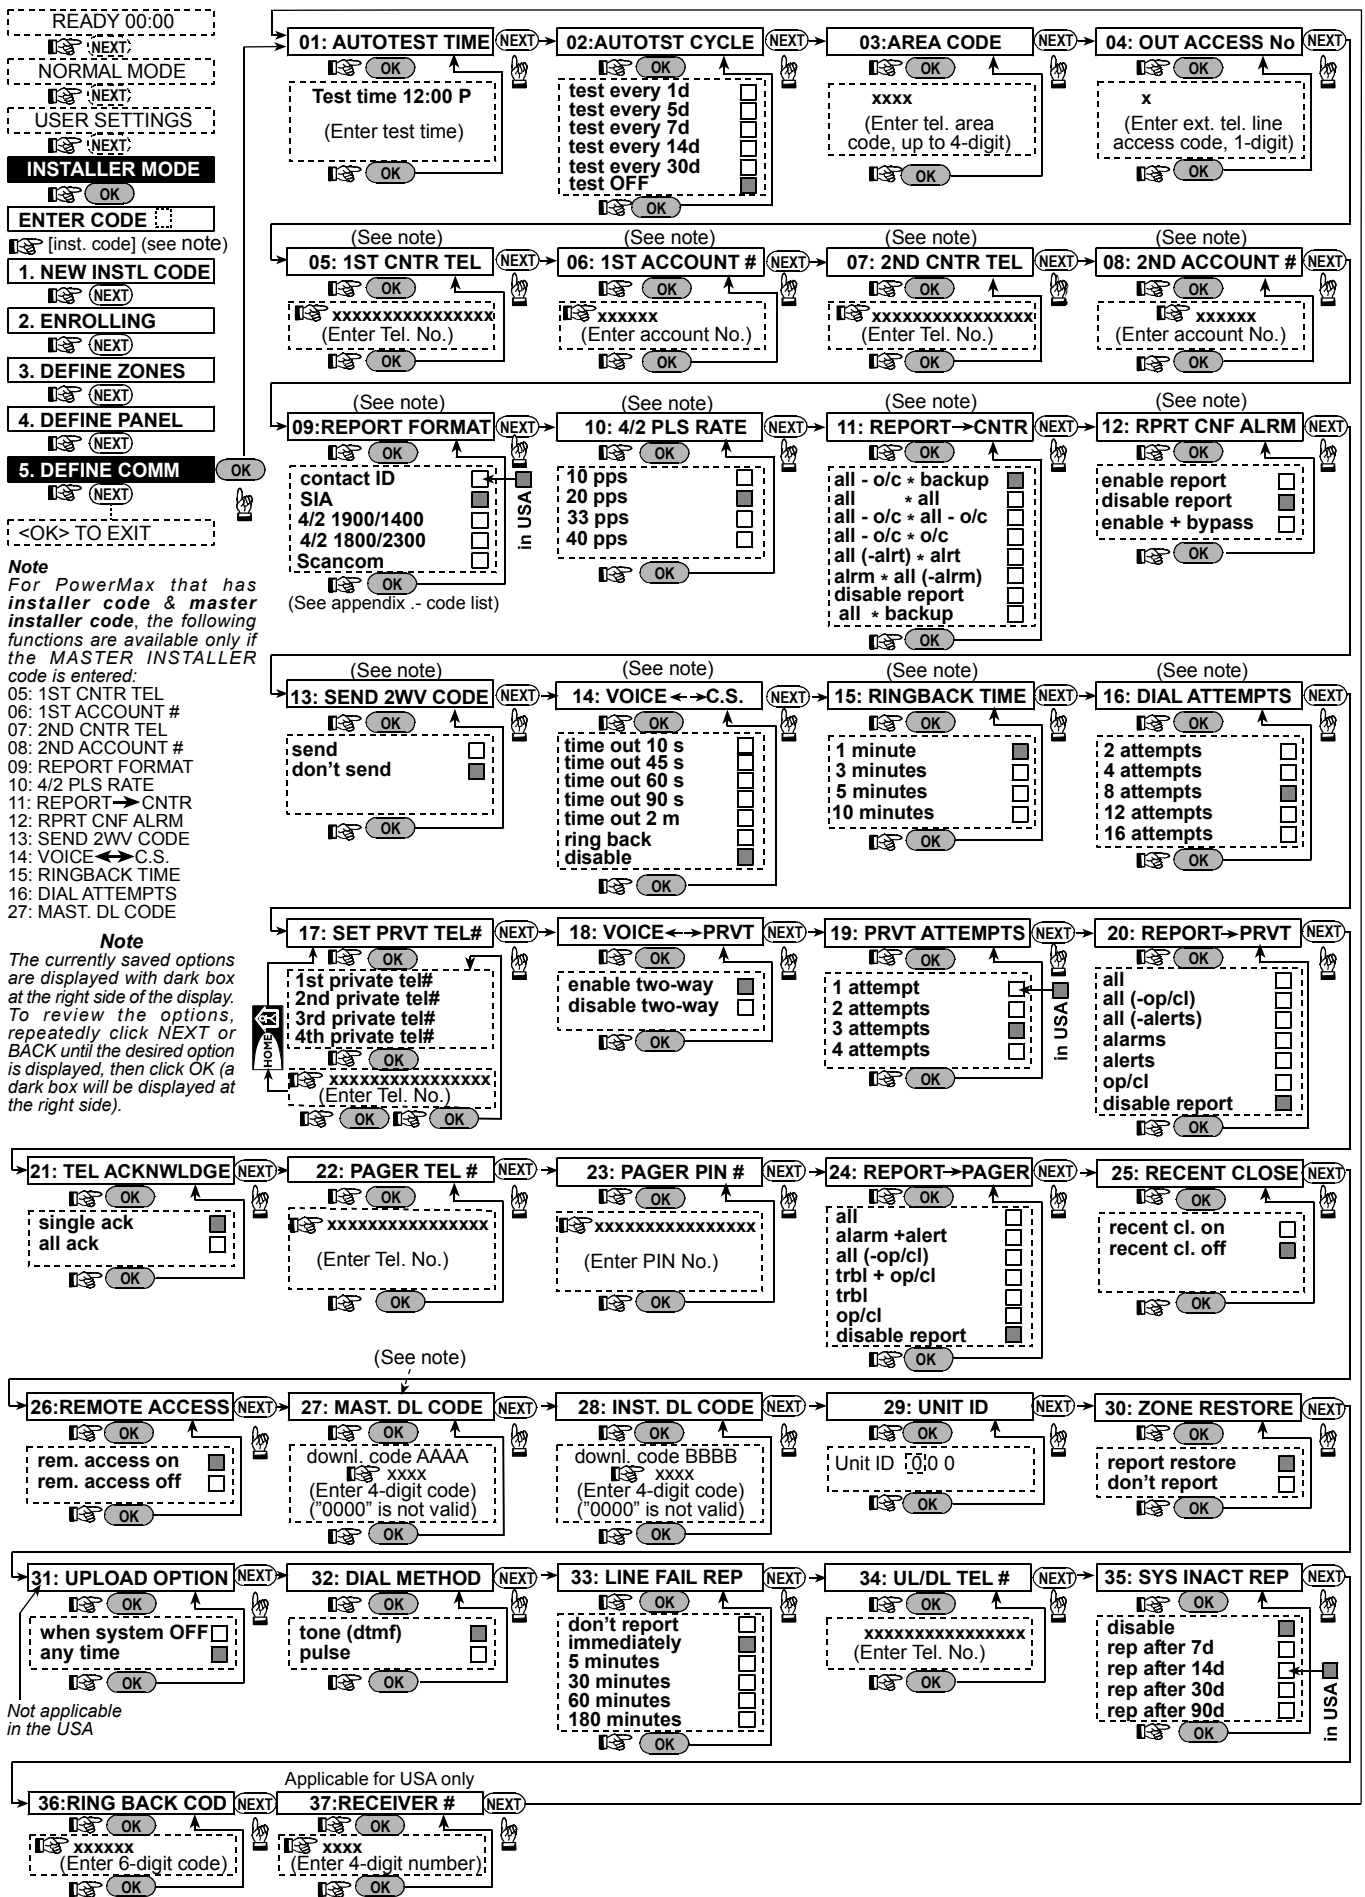

图 4.5 - 定义通讯参数流程图
4.5.1 自动测试时间 (图. 4.5, 位置 01)
4.5.2 自动测试周期 (图. 4.5, 位置02)
4.5.3 区号 (图. 4.5, 位置03)
4.5.4 外线前缀号 (图. 4.5, 位置04)
4.5.5 第一个中心电话号码. (图. 4.5, 位置05)
在此项中您可以定义第1个报警中心号码(包括区号, 最多16位数), 系统将按定义在内存位置11 (参考在图. 4.5注意事项) 的事件组报告到此号码.
4.5.6 第一个帐号. (图. 4.5, 位置06)
在这里您可以输入数字来定义您的报警系统在第一个报警中心的客户帐号. 该号码包含4或6位的16进制数字 (参看. 图4.5的注意事项).
4.5.7 第二个中心电话号码 (图. 4.5, 位置. 07)
在此项中您可以定义第2个报警中心号码(包括区号, 最多16位数), 系统将按定义在内存位置11 (参考在图. 4.5注意事项) 的事件组报告到此号码..
4.5.8 第二个帐号. (图. 4.5, 位置. 08)
在这里您可以输入数字来定义您的报警系统在第二个报警中心的客户帐号. 该号码包含4或6位的16进制数字 (参看. 图4.5的注意事项)..
4.5.9 报告格式 (图. 4.5, 位置09)
讯报告格式 (参看图 4.5的注意事项).
4.5.10 4/2 脉冲率 (图. 4.5, 位置10)
此项中您能选择系统采用4/2通讯格式时主机发送数据到报警中心的脉冲速率, 该通讯格式是在位置 09报告格式中选择的 (参考图. 4.5中的注意提示). 选项有: 10, 20, 33 和 40 pps.
(图. 4.5, 位置 11) (参考图. 4.5的注意提示).
4.5.12 报告 CNF 报警 (图. 4.5, 位置12)
此项您可以设定系统在特定的时间内是否报告确认报警信息 (参考章节. 4.4.32 和图4.5的注意提示).
4.5.13 发送双向对讲码 (图. 4.5, 位置13)
此项功能中您能设定是否系统发送双向对讲码到报警中心 (来使报警中心从数据通讯转变为语音通讯状态), 当前所选择的通讯格式为 SIA 或 Contact-ID (参考图. 4.5注意提示). 选项: 发送 和 不发送.
(图. 4.5, 位置. 14). (参考图. 4.5注意提示).
4.5.15 回响时间 (图. 4.5, 位置 15)
选项为: 1, 3, 5 或 10 分钟. (参考图. 4.5注意提示).
4.5.16 拨号尝试次数 (图. 4.5, 位置 16)
在此项功能中您能定义与中心通讯的拨号尝试次数. (参考图. 4.5中的提示).
4.5.17 设置私人电话号码(图. 4.5, 位置17)
(图. 4.5, 位置 18)
(图. 4.5, 位置 19)
(图. 4.5, 位置20)